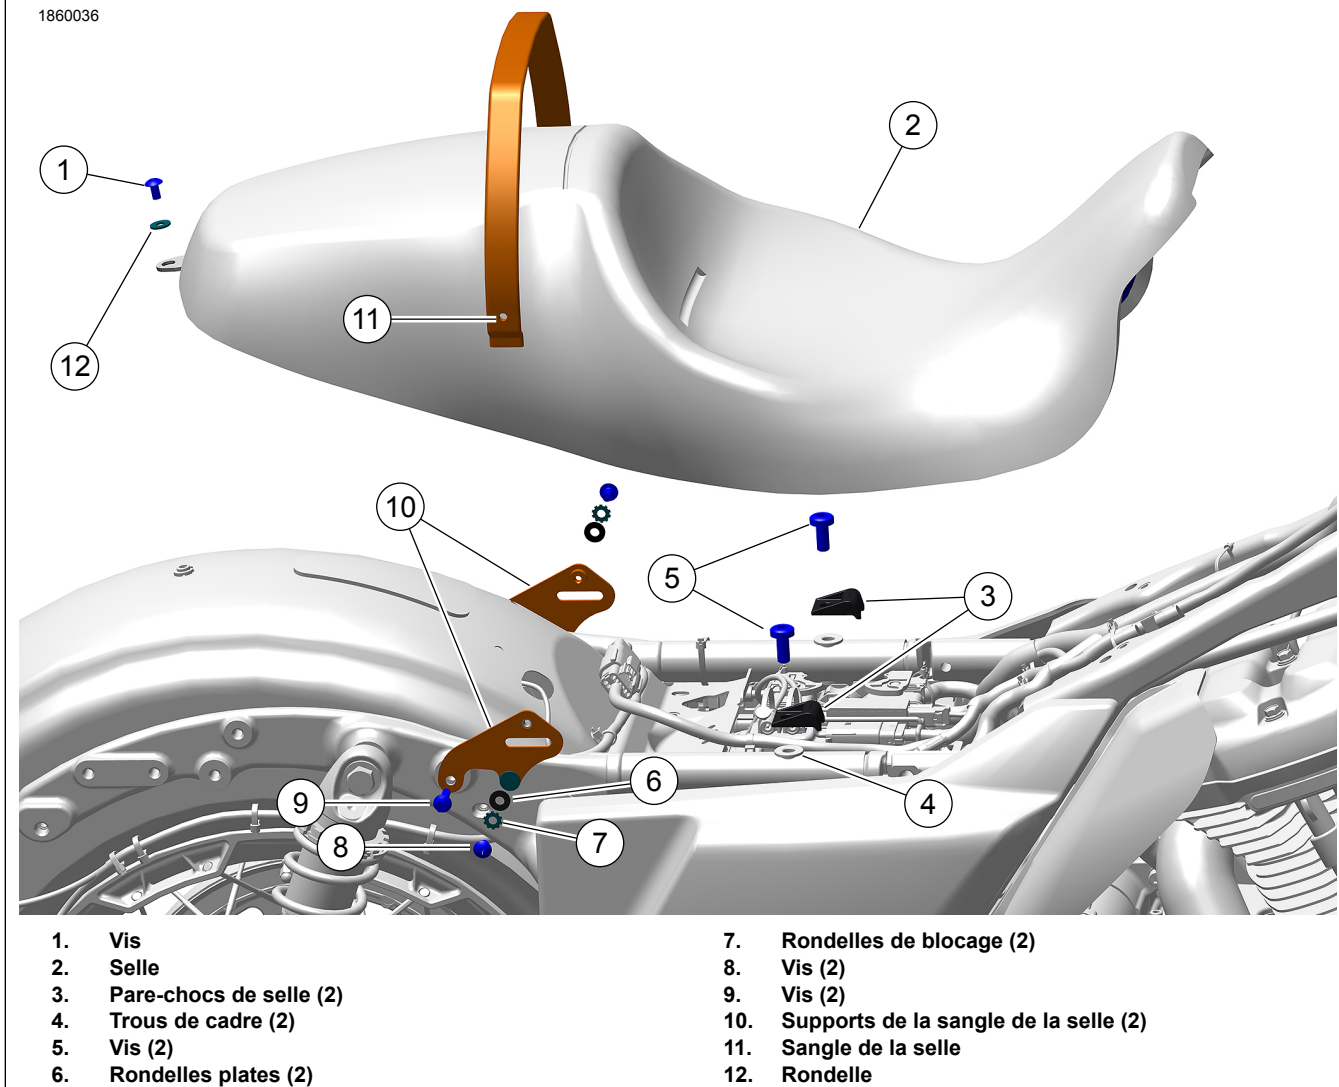

Figure 4. Kit matériel
1. Voir la Figure 4. Installer un pare-chocs de selle (3) sur chaque rail de cadre supérieur (4).
2. Sécuriser avec l'attache (5). Serrer.
1. Voir la Figure 4. Installer le support de la sangle de la selle.
a. Positionner le support de la sangle de la selle (10).
b. Installez la vis (9). Serrer.